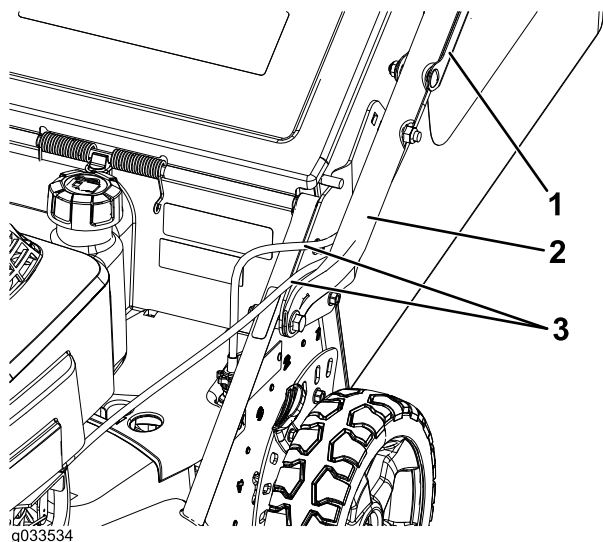

Figure 4
4. Faites passer les câbles de commande entre le tablier et le guidon pour les protéger d'éventuels dommages (Figure 4).